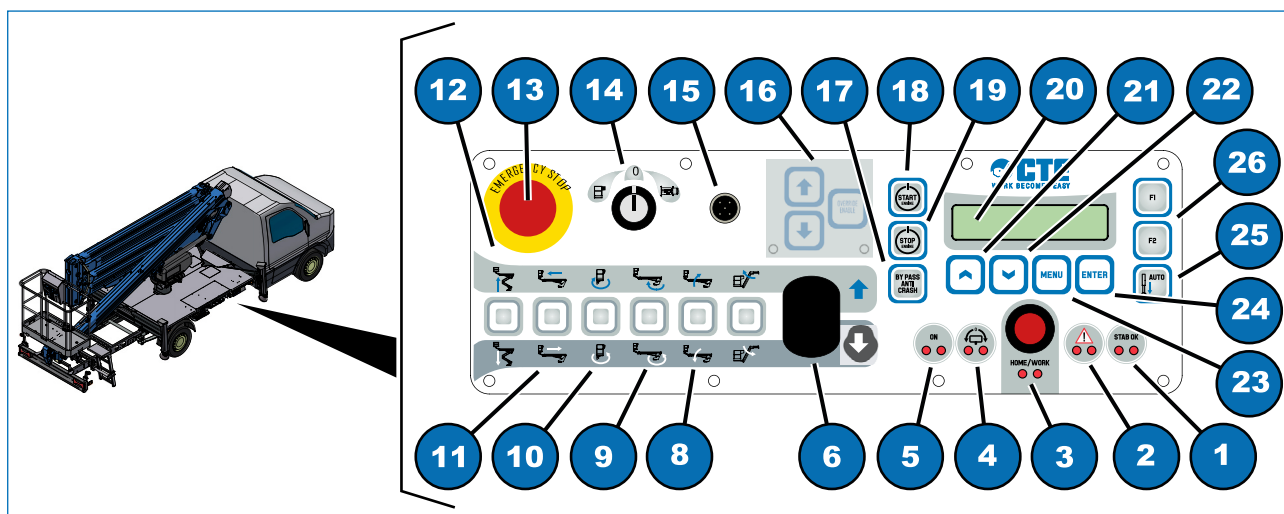

Fig. 7.2
Se dovesse guastarsi il fungo di emergenza il motore si spegne. In caso di necessità è possibile bypassare il fungo e riaccendere il motore utilizzando il pulsante "override enable" (Fig. 7.2, 16) posizionato sul quadro comandi terra.
- 2) inserire la chiave nel selettore (Fig. 7.2, 14) e ruotarla sulla posizione "Quadro comandi a terra";
- 3) premere il pulsante del movimento desiderato e contemporaneamente azionare la leva di comando proporzionale (Fig. 7.2, 6). Azionando con cautela i pulsanti dei movimenti, riportare la piattaforma di lavoro in posizione di riposo;
- 4) terminate le operazioni, riportare il selettore (Fig. 7.2, 14) sulla posizione centrale;
- 5) togliere la chiave dal selettore (Fig. 7.2, 14).
Nel caso in cui l'operatore in piattaforma di lavoro abbia premuto il pulsante di emergenza (Fig. 7.2, 13) e non sia in grado di riarmarlo è possibile attivare i comandi di emergenza operando come segue:
- 3) rimuovere il filo piombato sui dadi a farfalla (Fig. 7.2, 16);
- 4) svitare e rimuovere i dadi a farfalla (Fig. 7.2, 16);
- 5) rimuovere il coperchio (Fig. 7.2, 16);
- 6) premere il pulsante "override enable" (Fig. 7.2, 16) assieme alla "freccia su"/"freccia giù" e al pulsante (Fig. 7.2, 18) per accendere il motore;
- 7) con motore acceso mantenere premuto il pulsante "override enable" (Fig. 7.2, 16) assieme alla "freccia su"/"freccia giù" e al pulsante desiderato (Fig. 7.2, 8, 9, 10, 11, 12) per effettuare la movimentazione a velocità ridotta.